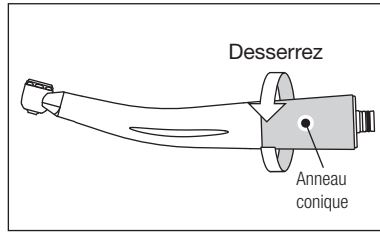

Fig. 9
- 1) Desserrez et enlevez l'anneau conique à l'arrière de la pièce à main. (Fig.9)
- 1) Ôtez la pièce à main du couplage et desserrez l'anneau conique pour le retirer.(Fig. 9)